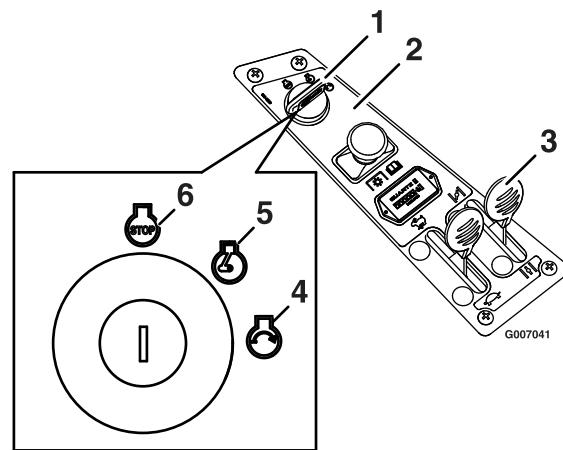

Figura 11
4. Girate la chiave di accensione in posizione Start per attivare il motorino di avviamento; Rilasciatela quando il motore si accende (Figura 11).
5. Se il motore stalla o esita, spostate la leva dello starter leggermente in avanti per qualche secondo (Figura 11).
1. Posizionate la leva dell'acceleratore tra la posizione Fast e la posizione media (Figura 11).
3. Girate la chiave di accensione in posizione Off (Figura 11).